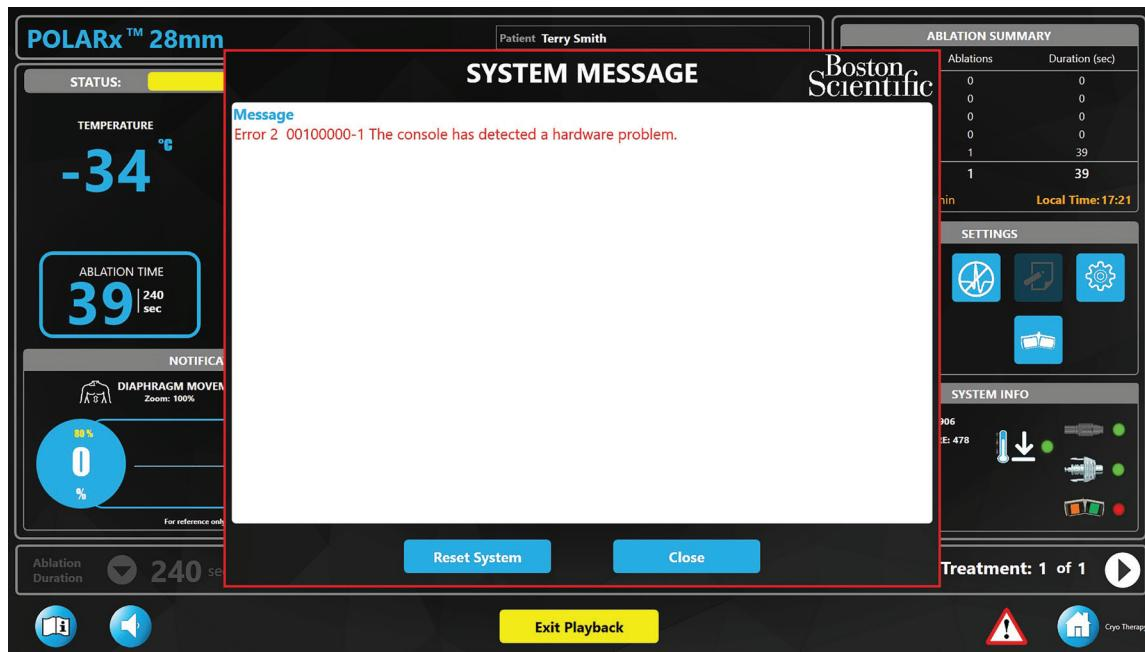

Figura 21. Finestra dei messaggi di sistema
- Premere il triangolo rosso nella parte inferiore della schermata per aprire la finestra dei messaggi di sistema (fare riferimento alla Figura 20 e alla Figura 21).